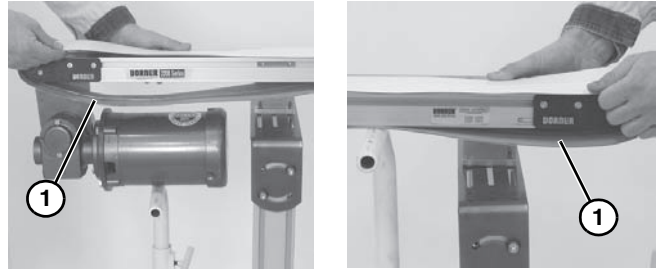

Figure 24
- Retirez la courroie (**Figure 24, item 1**) du convoyeur.